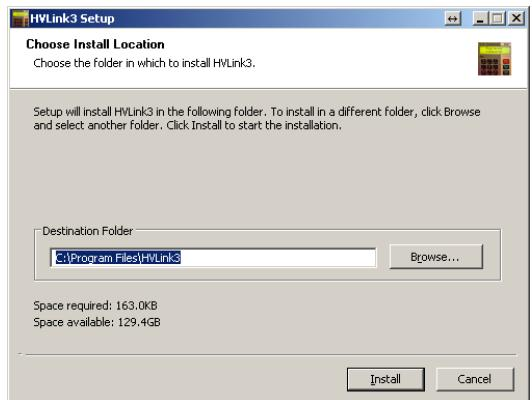

Рисунок 8.14
- 2) На экране появится окно (рисунок 8.14), для продолжения установки щелкнуть по кнопке `[Install]`.